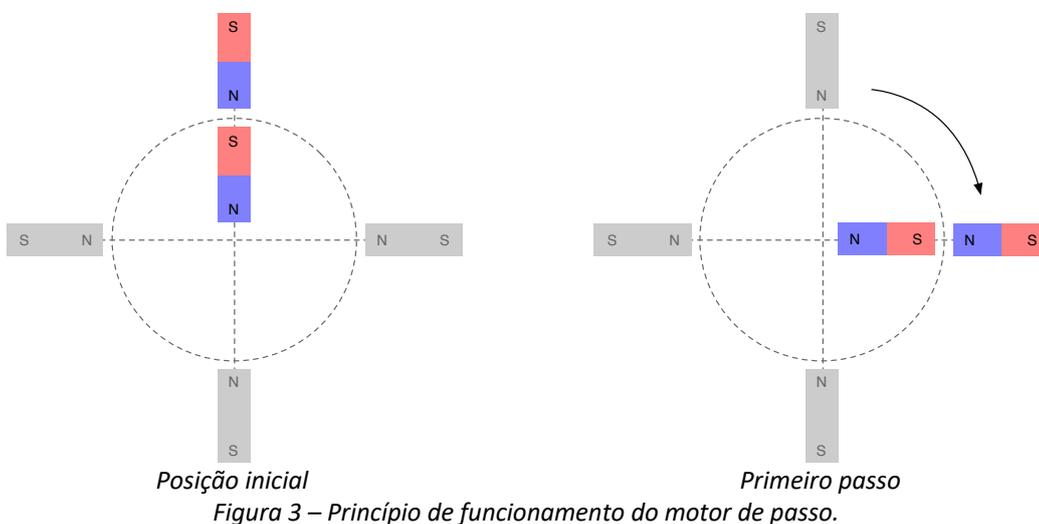
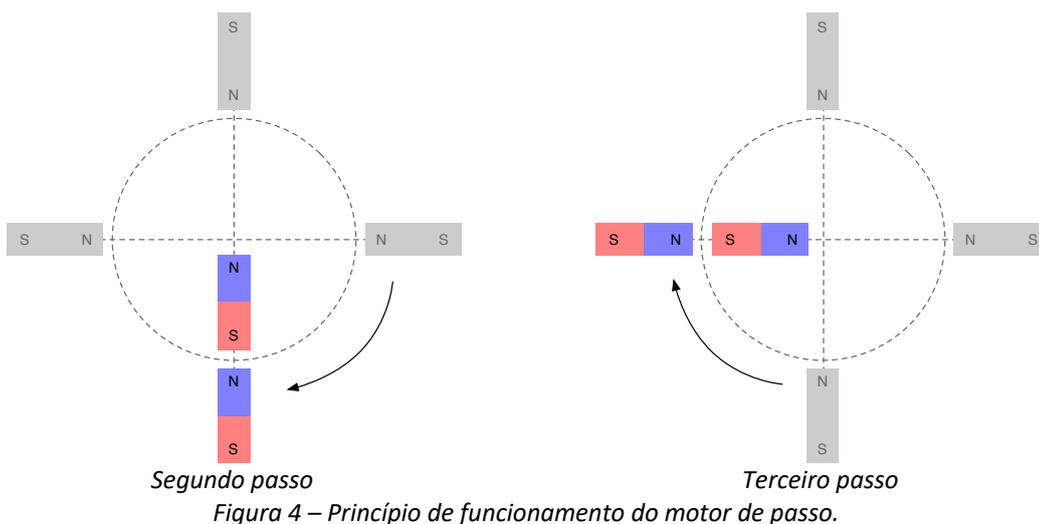

Figura 3 – Princípio de funcionamento do motor de passo.
Figura 4 – Princípio de funcionamento do motor de passo.
- Posição inicial – A posição inicial mostrada na Figura 3 apresenta o polo sul do rotor posicionado em frente ao polo norte do ímã permanente do estator, na posição 12 horas. Neste caso, apenas o eletroímã da posição 12 horas está acionado;
- Segundo passo – O eletroímã da posição 15 horas será desligado, acionando-se o eletroímã da posição 18 horas, fazendo com que o rotor gire por mais 90° no sentido horário, conforme mostrado na Figura 4;
A partir das Figura 3 e Figura 4 pode-se perceber que o acionamento dos eletroímãs do estator ocorreu sequencialmente, conforme se desejava que o rotor girasse, a cada passo em 90° , até completar uma volta completa ao se executarem os quatro passos descritos.
O princípio de funcionamento do motor de imã permanente é semelhante ao descrito anteriormente, considerando as Figura 3 e Figura 4, ocorrendo o alinhamento do campo magnético gerado nos enrolamentos do estator (conjuntos A e A', B e B') e os polos presentes no rotor, conforme mostrado na Figura 12.